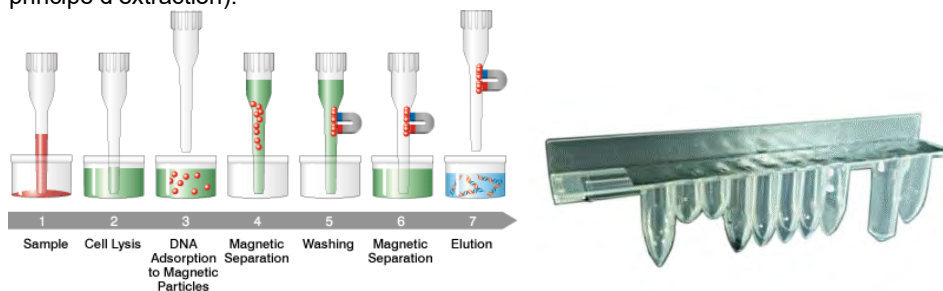

Figure 1-6 : Principe d'extraction des acides nucléiques et cassette d'extraction ELITE InGenius SP 1000
- Le kit de réactifs a été optimisé pour l'isolation des acides nucléiques à partir d'échantillons d'un volume maximum de 1 mL. (Figure 1-6 : ELITE InGenius SP1000 – Cassette d'extraction et principe d'extraction).